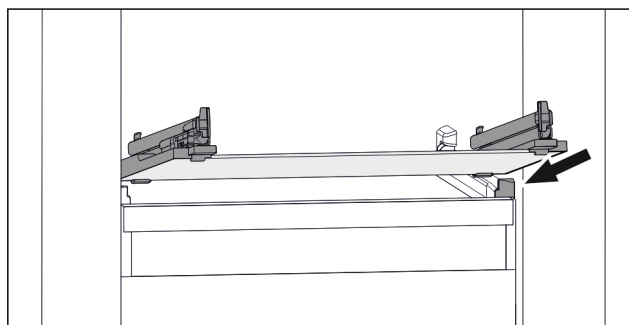

Fig. 77 Beispielhafte Darstellung der Glasplatte
- Glasplatte schräg hinter den Stoppern aufsetzen. (siehe Fig. 77)